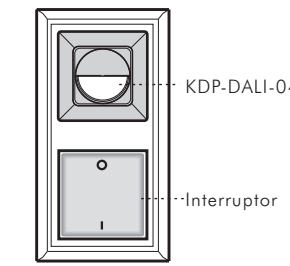

FIG. 7 (Interruptor de 2-gang)
- El interruptor existente con 2-gang o más puede ser reemplazado por KDP-DALI-04 (Ver FIG. 7).